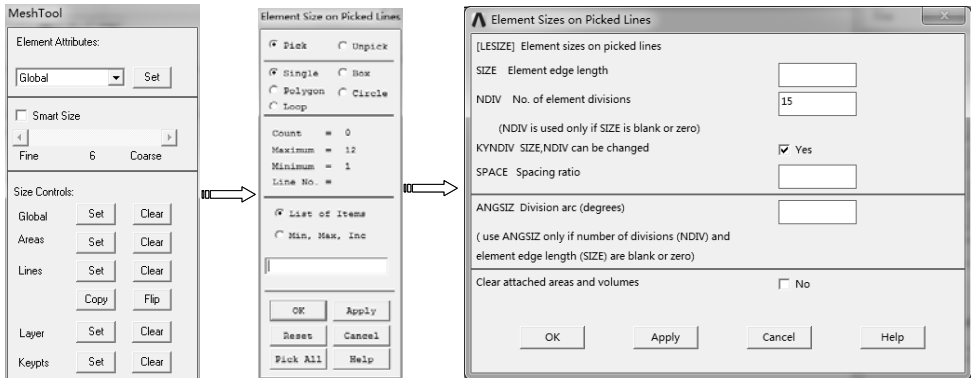

图 3-47 设置线单元数量
6) 选择 “Main Menu>Preprocessor>Meshing>Mesh Tool” 命令，弹出 “Mesh Tool” 对话框，单击 “Lines” 后的 “Set” 按钮，弹出 “Element Size on Picked Line” 对话框，单击 “Pick All” 按钮，弹出 “Element Sizes on Picked Lines” 对话框，在 “No. of element divisions” 文本框中输入 15，单击 “OK” 按钮完成，如图 3-47 所示。